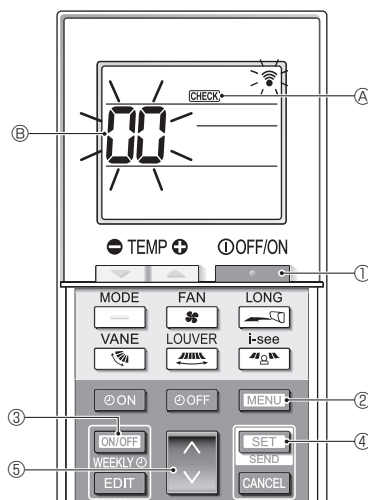

Fig. 7-6
7.3.2. Para controlo remoto sem fio (Fig. 7-6)
- Prima o botão ① para parar o aparelho de ar condicionado.
- Se o temporizador semanal estiver activo (**WEEKLY** aceso), prima o botão ③ para o desactivar (**WEEKLY** apagado).
- Prima o botão ② durante 5 segundos.
- Prima o botão ⑤ para seleccionar o endereço do refrigerante (endereço M-NET) ⑥ da unidade interior cuja verificação automática pretende realizar.
- Prima o botão ④.
- Prima o botão ①.
- ④ e o endereço do refrigerante (endereço M-NET) ⑥ apagam e a verificação automática fica concluída.